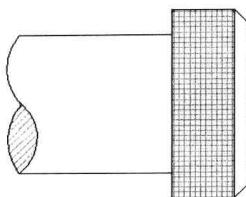

图 5-1-6
(7) 在“图案填充和渐变色”对话框中单击“确定”按钮，效果如图 5-1-6 所示。
(8) 双击 ENT 填充图案对象，打开“填充图案编辑”对话框，在“比例”项目中单击